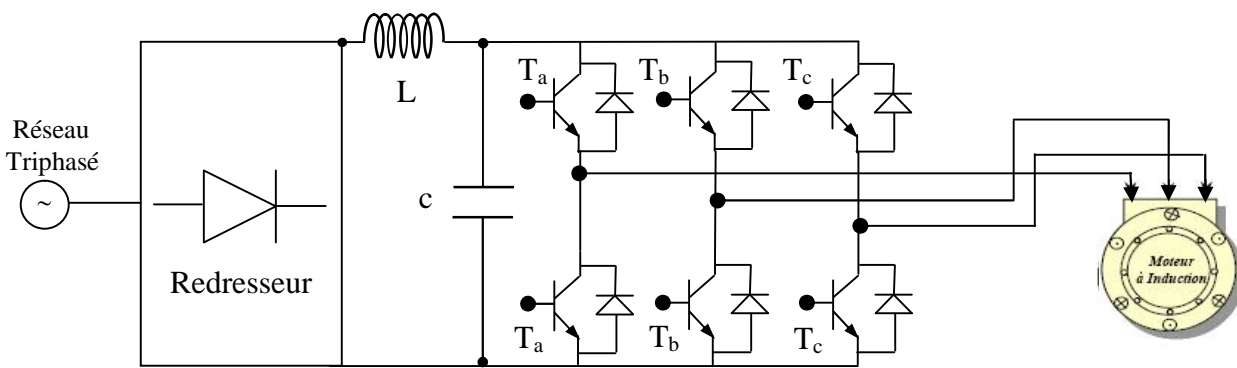

Fig.1 Schéma de l'association machine asynchrone-onduleur de tension.
- Soit la figure1 suivante qui illustre une éolienne à vitesse variable basée sur une MAS.